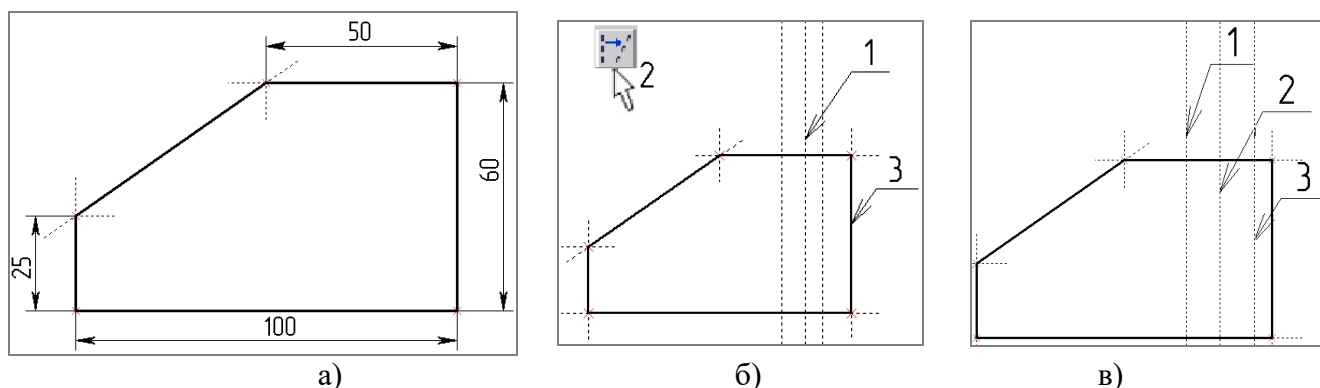

Рисунок 9 – Порядок редактирования параметрических связей линий построения
2.1.1 Подготовительный этап: постройте изображение элемента по заданным размерам (рисунок 9а).
2.1.3 Измените способ задания вертикальных прямых. Порядок выполнения: При пустом автоменю подвести курсор мыши к средней прямой (1) нажать левую клавишу мыши, выбрать опцию  (2), аналогично
построению параллельной прямой привязать выбранную прямую (1) к прямой (3) (рисунок 9б). Аналогично перезадайте прямую (1) на рисунке 9в параллельно относительно прямой (2), а прямую (3) перезадайте симметричным отражением прямой (2) относительно прямой (1) с помощью опции